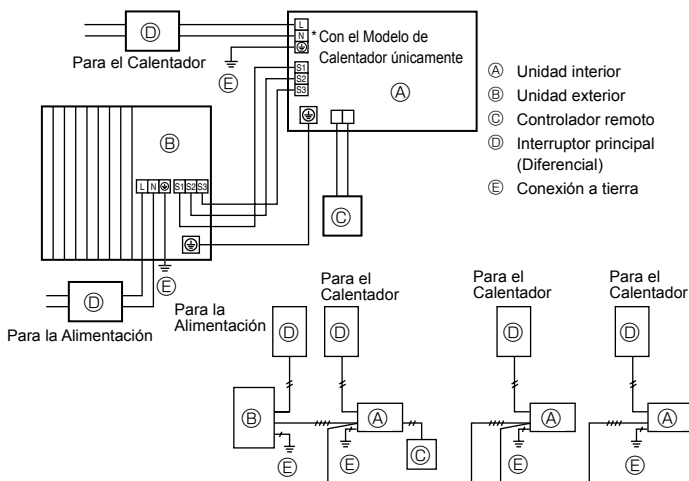

Fig. 6-1
6.1. Unidad exterior (Fig. 6-1, Fig. 6-2)
- Tienda los cables de acuerdo con la Fig. 6-1 y Fig. 6-2.